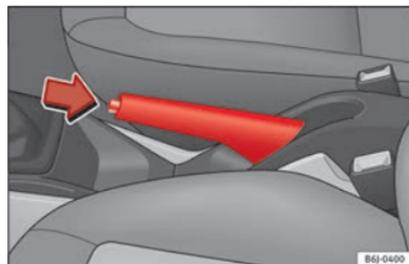

Fig. 157 Frein à main entre les sièges avant.
– Serrez le frein à main à fond en tirant le levier vers le haut » fig. 157.
– Soulevez légèrement le levier du frein à main, appuyez sur le bouton de déblocage dans le sens de la flèche » fig. 157 et abaissez le levier au maximum » ⚠.